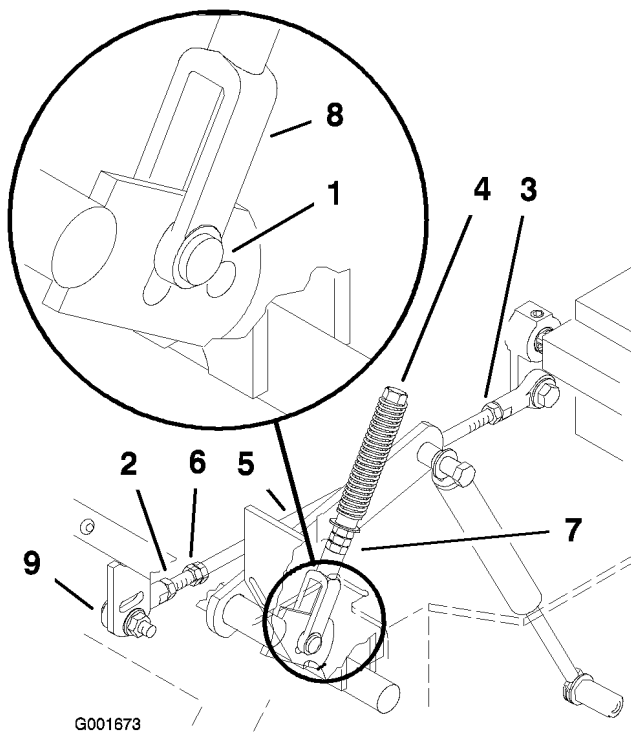

Figure 53
- Tirez le levier en arrière jusqu'à ce que l'axe de chape (situé sur le bras au-dessous de l'axe de pivot) touche l'extrémité de la fente (c.-à-d. commence juste à appuyer sur le ressort) (Figure 53).
8. Si un réglage s'impose, desserrez l'écrou et l'écrou de blocage vissés contre la chape (Figure 53).
10. Serrez l'écrou et l'écrou de blocage (Figure 53).